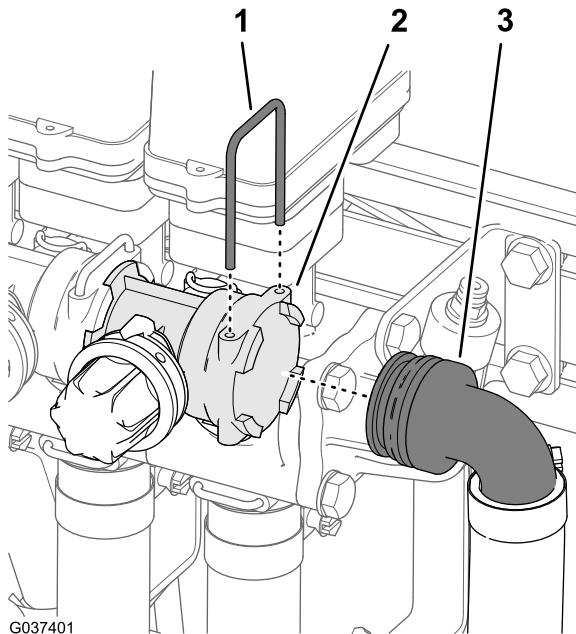

图29
3. 卸下将 90° 软管接头固定至用于右喷洒臂段阀的旁通阀端部的卡环 图29。
- 4. 从旁通阀卸下 90° 软管接头 图29。